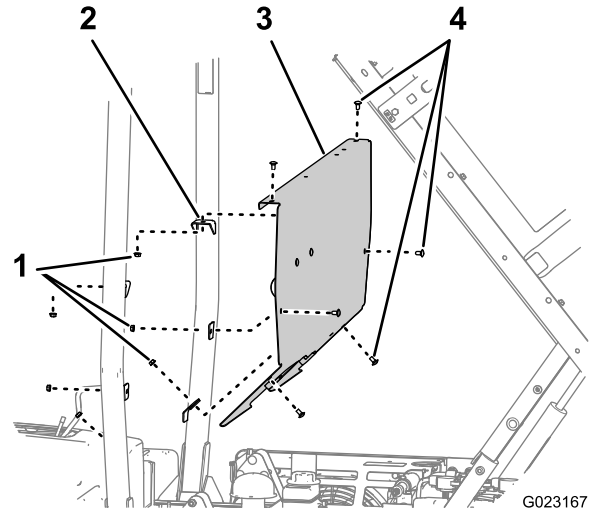

Bild 12
1. Nehmen Sie die sechs Schlossschrauben und sechs Muttern ab, mit denen die Überrollschutzplatte an den Befestigungshalterungen am Überrollbügel befestigt ist (Bild 12).
2. Nehmen Sie die Überrollschutzplatte von der Maschine ab (Bild 12)